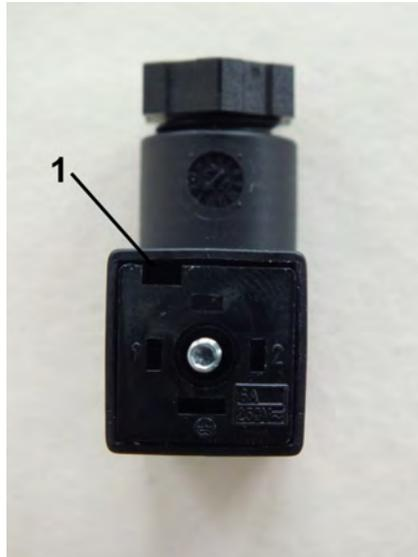

Abb. 23: Innenteil lösen
3. Innenteil aus der Steckdose entnehmen. Hierzu einen Schlitzschraubendreher in den Schlitz (Abb. 23/1) führen und Innenteil vorsichtig heraushebeln
7. ➤ Innenteil (Abb. 23/1) wieder in die Steckerdose führen und drücken, bis es einrastet